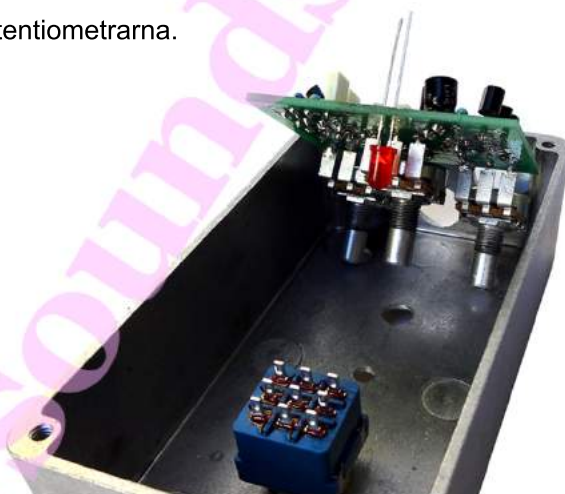

Bild 3. Kortet hålls på plats i lådan av P1, P2 och P3. D1 måste vändas rätt för att den ska lysa i effektläge.
Kortet monteras i lådan enligt bild 3
11. Potentiometrarna kommer att hålla kortet på plats i lådan. När kortet sätts på plats ska P1, P2, P3 hamna i hålen som är borrade för dem enligt bild 3 och D1 ska "titta ut" genom dess borrhål på panelen.